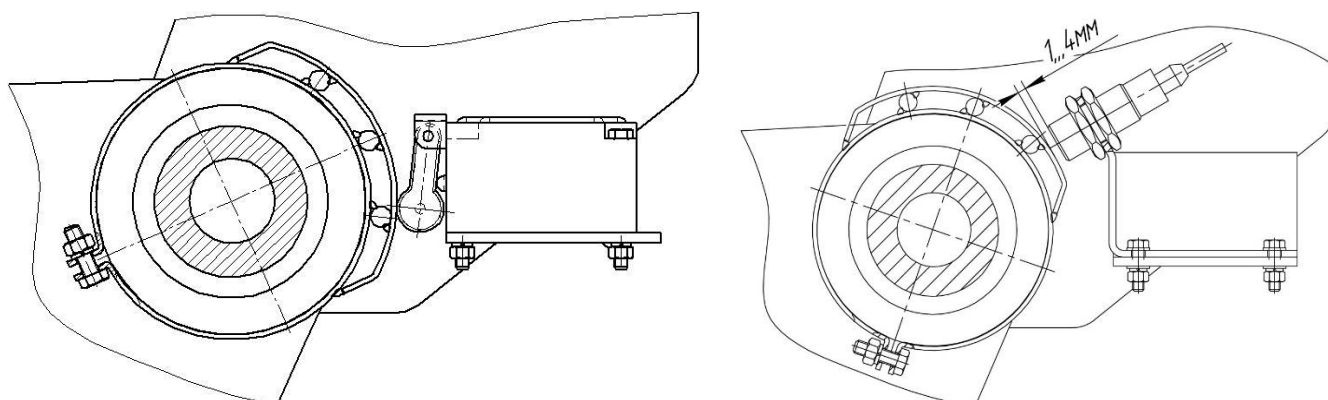

Рис. 6.4.12
5. В рабочем положении при севе, когда рабочие органы находятся в земле, выключатель сжат, и ролик находится на выступе кулачка. А индукционный датчик в этом случае должен находиться на расстоянии от 1 до 4 мм (См. рис.6.4.12).
В транспортном положении (рис.6.4.12) контакты концевого выключателя замыкаются, отключается электромагнитная муфта привода и останавливается поступление семян из бункера.